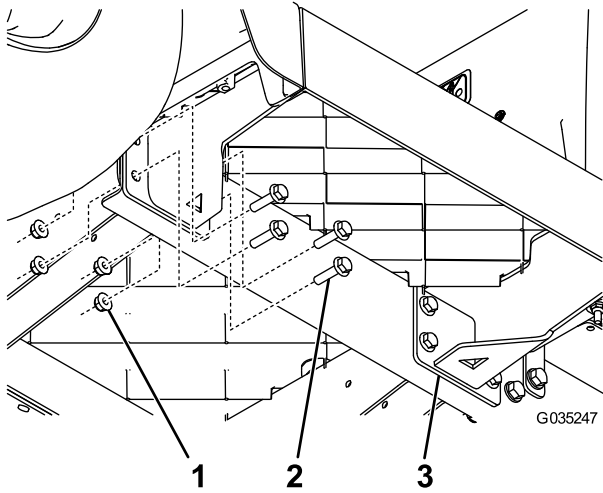

Figura 5
- Instale un nuevo apoyo de la placa del suelo con 8 pernos con arandela prensada (5/16" x 1¼") y 8 tuercas con arandela prensada (5/16"), tal y como se muestra en la Figura 5.
- Instale el otro nuevo apoyo de la placa del suelo con 8 pernos con arandela prensada (5/16" x 1¼") y 8 tuercas con arandela prensada (5/16"), tal y como se muestra en la Figura 5.